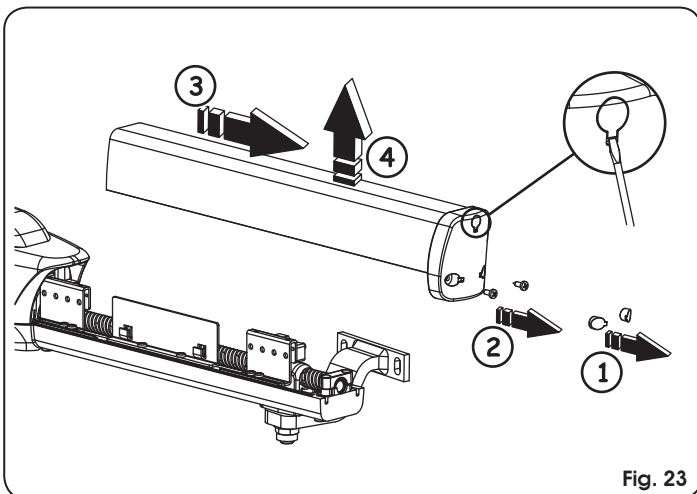

Fig. 23
1. Ta bort de båda pluggar som skyddar de nedre fästskruvarna, Fig. 23 ref. ①. För att underlätta detta arbetsmoment finns ett spår till skruvmejsel.
2. Lossa de båda nedre skruvarna på det främre locket och dra av skyddshöljet enligt vad som visas i Fig. 23